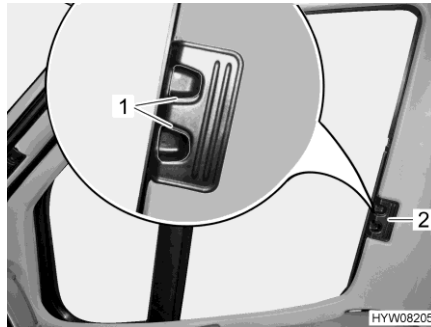

Fig. 110 Estor plegable (ventana del conductor/acompañante)
- Presionar los tiradores de desbloqueo (Fig. 110,1) y mantenerlos presionados.
- Cerrar los estores plegables para la ventana del conductor y la ventana del acompañante tirando en el tirador (Fig. 110,2) hacia el otro lado de la ventana y uniéndolos en las tiras magnéticas.
- Introducir los estores plegables para la ventana del conductor y la ventana del acompañante hasta el tope desplazando el tirador (Fig. 110,2).
- Soltar los tiradores de desbloqueo (Fig. 110,1) y dejar que engatillen.